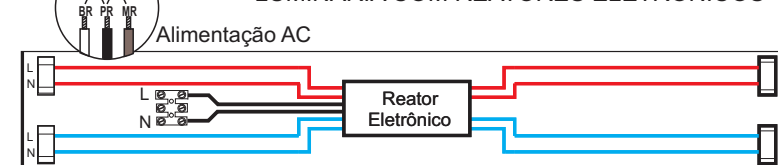

FIGURA 3
5. Para instalação de lâmpadas LED siga a instalação indicada no corpo ou embalagem do produto. Para lâmpadas tubulares G-light vide esquema. Figura 3.
6. Para instalação de reator instale conforme esquema elétrico no corpo do mesmo, na parte traseira do chassis conforme a potência da lâmpada. Figura 3.